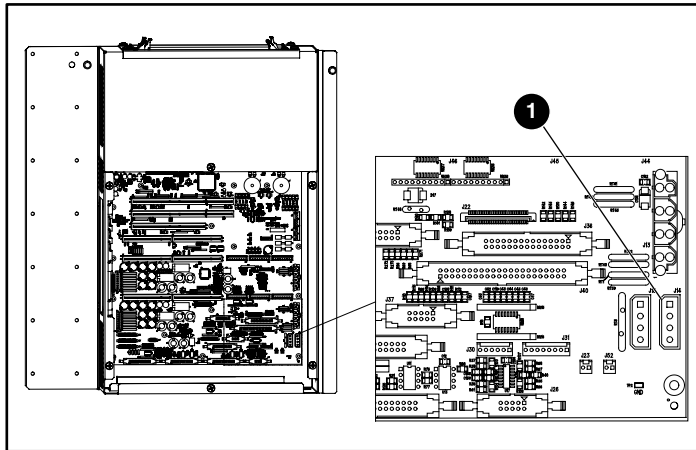

Figura 6: Collegamento al connettore J14
5. Inserire il cavo di alimentazione della ventola nello chassis PCI (vedere la Figura 6):
6. Collegare il gruppo ventola al connettore J14 sul backplane PCI (vedere la Figura 6).